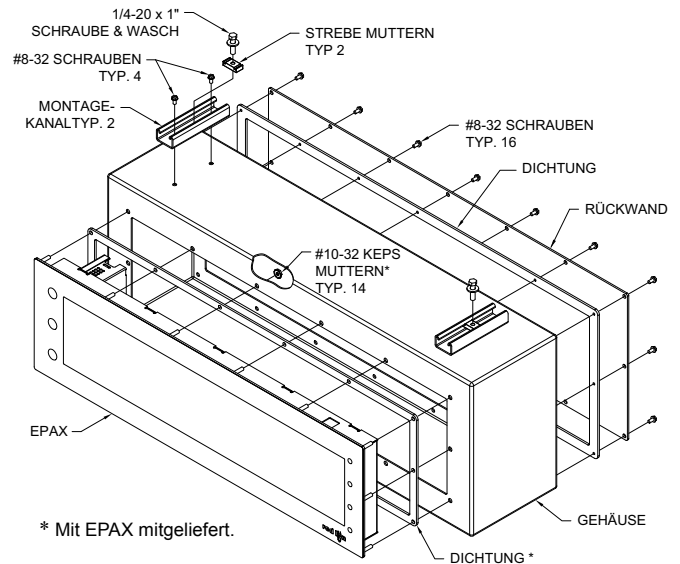

Abbildung 4
5. Montieren Sie das Gehäuse mithilfe der Schienenmutter und den 1/4-20 UNC Stahlschrauben und Unterlegscheiben, wie in Abbildung 4 gezeigt. Verbinden Sie die Kabel gemäß den Anweisungen aus der jeweiligen Platte mit dem Display.